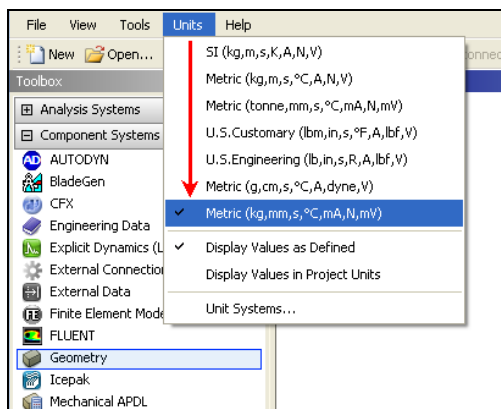

图 2-38 设置单位
- 步骤 02** 在 ANSYS Workbench 主界面中选择 Units (单位)→Metric (kg,mm,s,°C,mA,N,mV) 命令，设置模型单位，如图 2-38 所示。